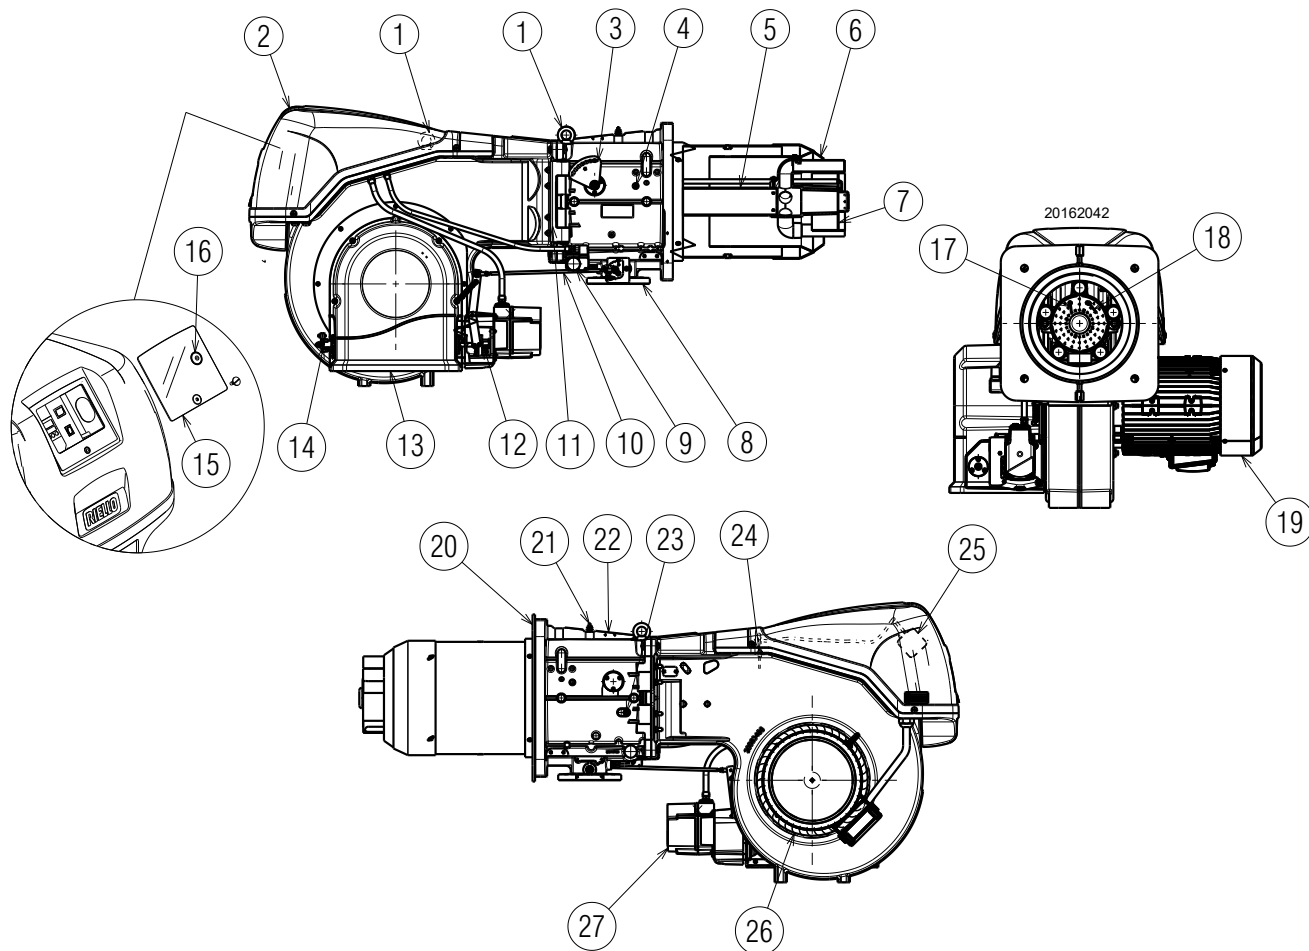

Fig. 4
(1) Conditions de référence : Température ambiante 20° C - Température du gaz 15° C - Pression barométrique 1 013 mbar - Altitude 0 m s.n.m.
(2) Pression à la prise 21)(Fig. 4 à la page 10) avec pression zéro dans la chambre de combustion et à la puissance maximale du brûleur.
(3) Pression sonore mesurée dans le laboratoire de combustion du constructeur, avec le brûleur fonctionnant sur la chaudière d'essai, à la puissance maximale.